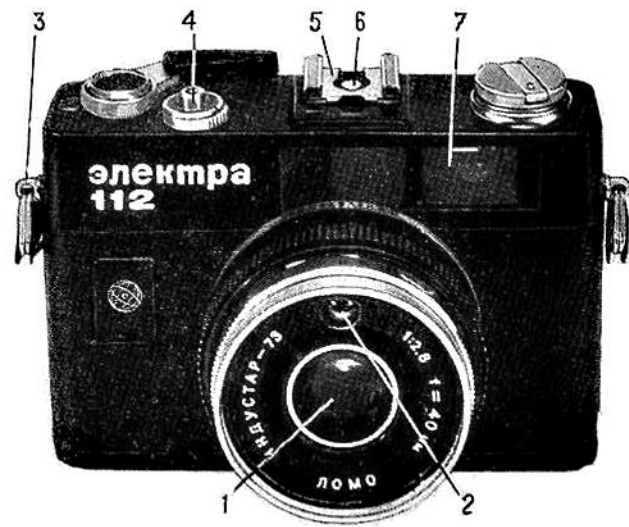
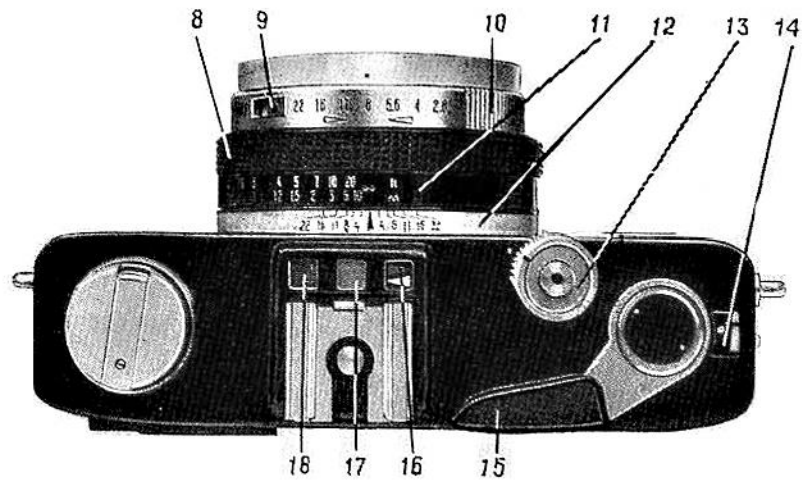
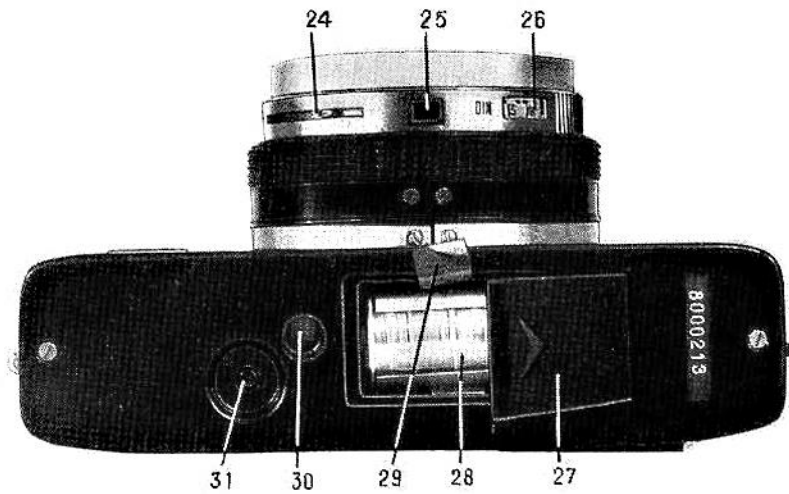
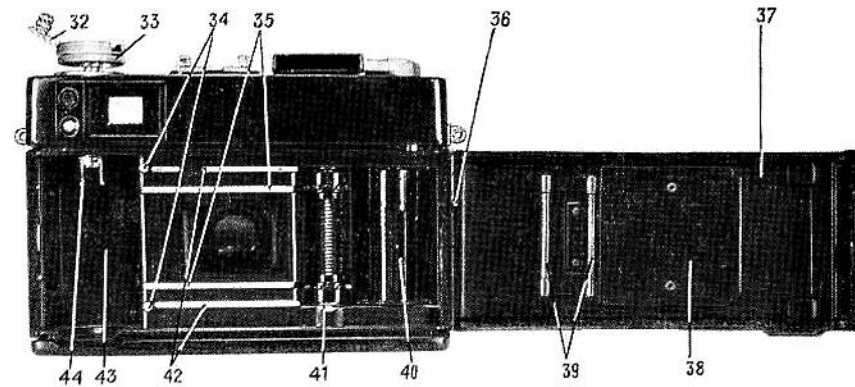

Рис. 1
Рис. 2
Рис. 4
Рис. 5
4.1. Перечень основных узлов и деталей (рис. 1—5)
Фотоаппарат «Электра 112» снабжен двумя световыми индикаторами — красным индикатором 18 (см. рис. 2) и желтым индикатором 17, с помощью которых определяется оптимальный световой диапазон работы фотоаппарата.
Для исключения случайного нажатия спусковой кнопки 4 (см. рис. 1), что может привести к включению электронной схемы и разрядке источника питания, в фотоаппарате предусмотрена блокировка хода спусковой кнопки. Для блокировки хода спусковой кнопки необходимо повернуть фиксатор 13 (см. рис. 2) против направления часовой стрелки так, чтобы точка на фиксаторе располагалась против точки на крышке фотоаппарата.
Задняя крышка 37 (см. рис. 5) сделана съемной.
Фокусировка объектива проверяется с помощью дальномерного поля, расположенного в центре видоискателя. Если объектив не сфокусирован, изображение объекта фотографирования будет двоиться. Совмещение изображений осуществляется поворотом кольца фокусировки 8 (см. рис. 2).
Наличие в фотоаппарате шкалы для определения границ резко изображаемого пространства 12 (см. рис. 2) расширяет его эксплуатационные возможности.
Откройте крышку 27 (см. рис. 4), сдвинув ее в направлении, указанном стрелкой.
Для того чтобы вынуть источник питания из контейнера, необходимо открыть крышку 17 (см. рис. 2) контейнера и потянуть за конец ленту 29 (см. рис. 4).
Откройте заднюю крышку 37 (см. рис. 5), подняв маховик 33 вверх до упора. Вставьте конец пленки в прорезь приемной катушки 40.
Поворачивая фиксатор спусковой кнопки 13 (см. рис. 2) по направлению часовой стрелки до упора, разблокируйте спусковую кнопку.
Поворачивая курок 15 до упора и нажимая спусковую кнопку, перемотайте два кадра, при этом обратите внимание на маховик 33 (см. рис. 5), который должен вращаться.
Для того чтобы ввести значение светочувствительности, необходимо, нажав клавишу фиксатора 25 (см. рис. 4), поворачивать рукоятку 24 управления кольцом светочувствительности пленки до тех пор, пока в окне 9 (см. рис. 2) против индекса не установится значение светочувствительности пленки в единицах ГОСТ. Значение светочувствительности в DIN устанавливается в окне 26 (см. рис. 4).
Взведите затвор поворотом курка 15 (см. рис. 2) до упора. Если курок не будет доведен до упора, механизм блокировки не позволит ему возвратиться в исходное положение.
После того как будет снят последний кадр, прежде чем вынуть пленку из фотоаппарата, необходимо перемотать ее в кассету. Для этого нажмите кнопку 31 (см. рис. 4) отключения транспортирующего барабана, которая останется в утопленном положении, откиньте рукоятку 32 (см. рис. 5) обратной перемотки и вращайте ее в направлении, указанном стрелкой, до тех пор, пока пленка не будет
Примечание. Если при фотографировании последнего кадра курок 15 (см. рис. 2) взвода затвора и протягивания пленки не дошел до упора и не возвращается в первоначальное положение, то в этом случае необходимо, удерживая кнопку 31 (см. рис. 4) в утопленном положении, довести курок до упора.